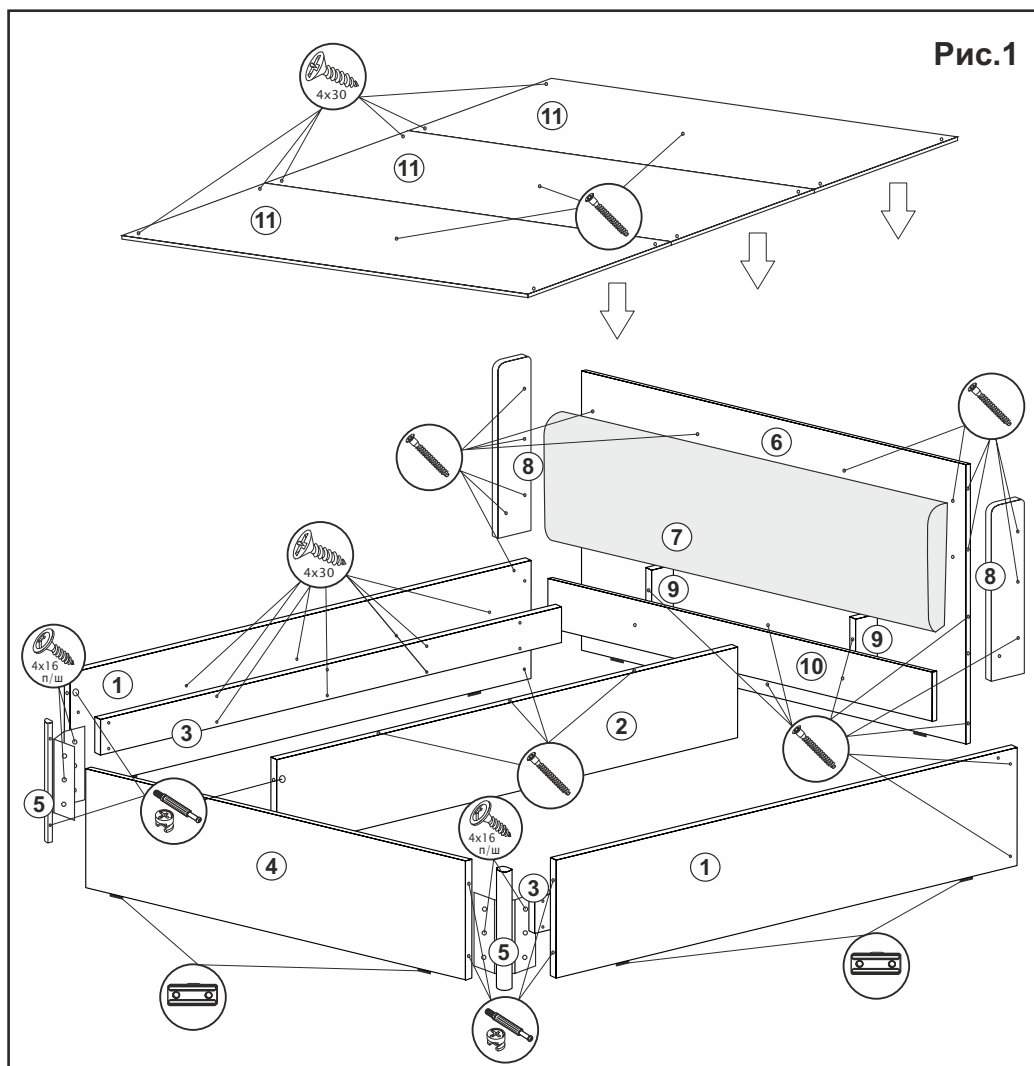

Рис.1
3. Прибить гвоздями 2x20 подпятники к царгам (1) и щиткам (4,6). Подпятники прибивать ограничительным ребром вовнутрь (рис.1).
4. К царгам (1) монтировать планки (3) шурупами 4x30 (рис.1). Шурупы не перетягивать, чтобы не повредить обратную сторону царг (1).
5. Соединить царги (1), стяжку (2), щиток (4) и угловой профиль (5) с помощью эксцентриков и уголков трапеций. Уголки рекомендуем крепить на уровне планки (3) шурупами 4x16 П/Ш.
6. Собрать головной щиток: скрепить щиток (6), стяжки (9,10), мягкую часть (7) и накладку (8), используя еврошурупы (рис.1).
7. Собранный щиток монтировать к царгам (1) и стяжке (2) еврошурупами (рис.1).
8. Установить ортопед ЛДСП (11) на планки (3) и стяжку (2). Закрепить ортопед (11) на стяжке (2) еврошурупами, а на планках (3) шурупами 4x30 (рис.1).